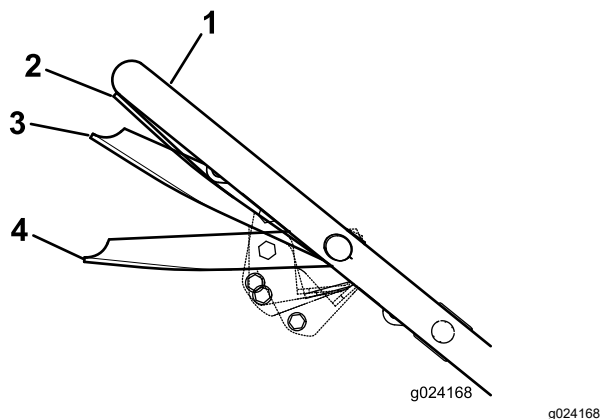

Figura 17
- Apriete la barra de control de la cuchilla contra el manillar hasta la posición Marcha/avance (Figura 17).
Importante: Si cambia de velocidad mientras aprieta la barra de control de la cuchilla contra el manillar en la posición de **Marcha/avance**, podría dañar la transmisión. Mueva la barra de control de la cuchilla a la posición **Marcha/cambio** (Figura 17) antes de cambiar la velocidad de avance.